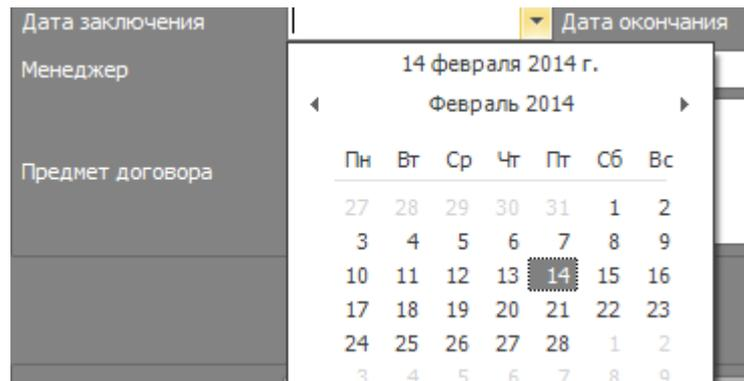

Рисунок 41
- Поля - *Дата заключения\окончания* – используются для указания соответствующих дат договора, поля заполняются выбором даты из выпадающего календаря (рис.41).